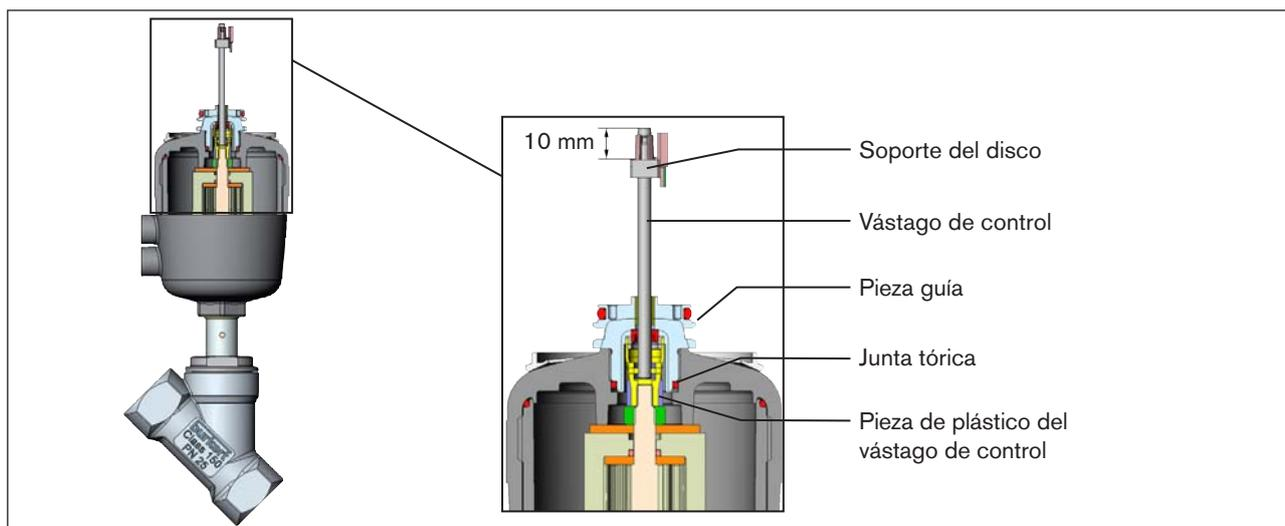

Fig. 6: Instalación del vástago de control
- Inserte y acople el disco en su soporte (vea la fig. 6: Instalación del vástago de control).